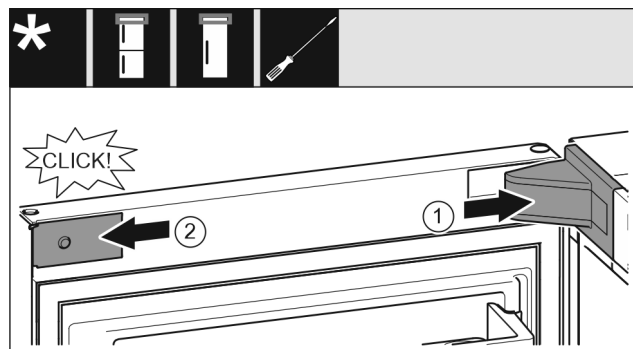

Fig. 23
- Coloque la cubierta del soporte del cojinete Fig. 23 (1) y encájela en su sitio, separándola con cuidado si es necesario.
- Coloque la tapa ciega Fig. 23 (2) lateralmente y encájela.